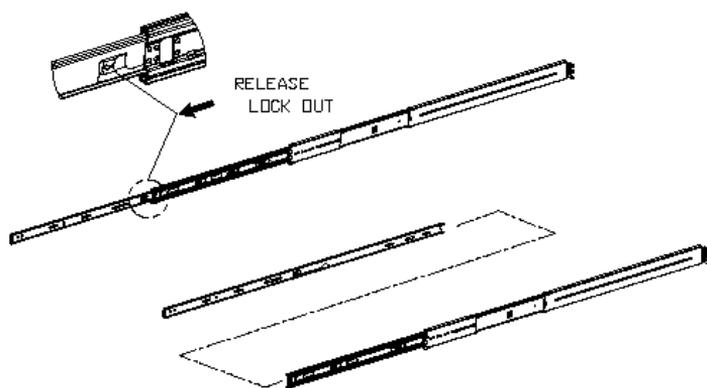

图 5-1 机箱导轨系统
- 2、从导轨系统的两侧卸下内层导轨段（如图 5-1 中的 C）。